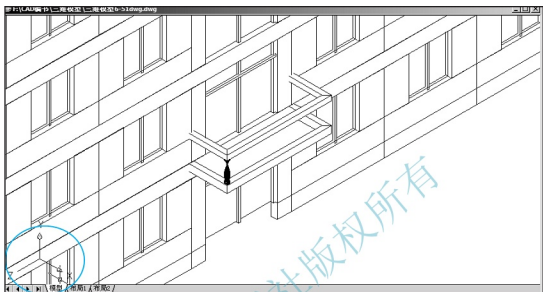

图 6.53 花瓶的三维视图
(5) 执行菜单栏中的【视图】|【合并】命令。
① 在**选择主视口 <当前视口>**: 提示下, 按 Enter 键, 表示选择当前视口。
② 在**选择要合并的视口**: 提示下, 在另外一个视口内单击, 这样又将两个视口合并为一个视口。
(6) 执行菜单栏中的【三维视图】|【西南等轴测】命令, 结果如图 6.53 所示。
(1) 注意观察图 6.53 内的坐标系, 需将其调整为世界坐标系。